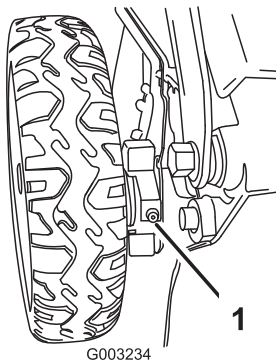

Bild 43
1. Wischen Sie die Schmiernippel innen an den Hinterrädern mit einem sauberen Lappen ab (Bild 43).